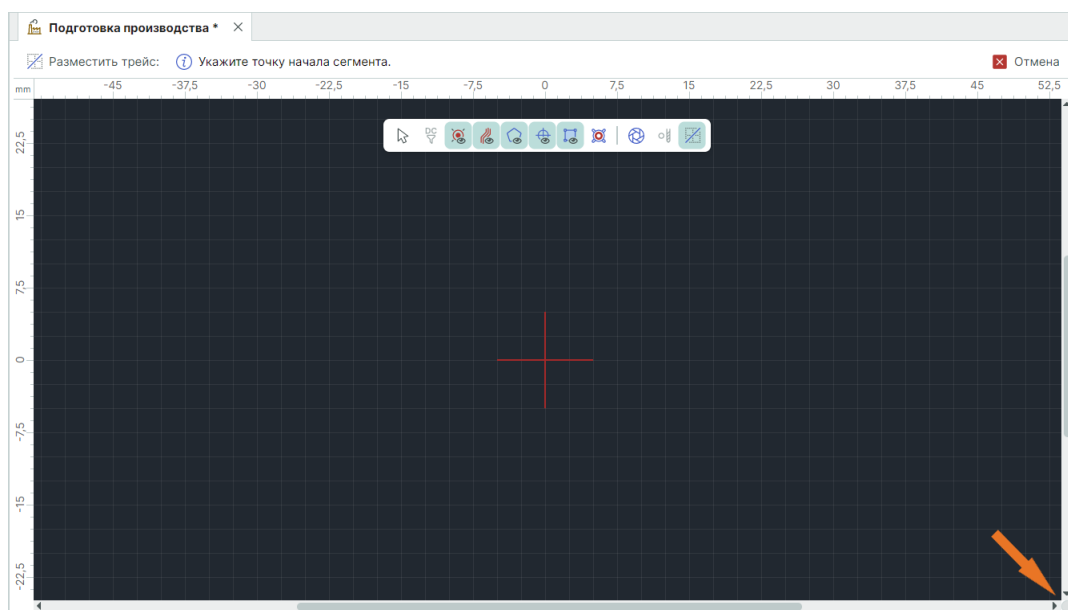

Рис. 216 Переход к вводу координат курсора мыши
2. Нажмите на круг, расположенный в правом нижнем углу окна графического редактора («Ctrl+Space»), см. Рис. 216.